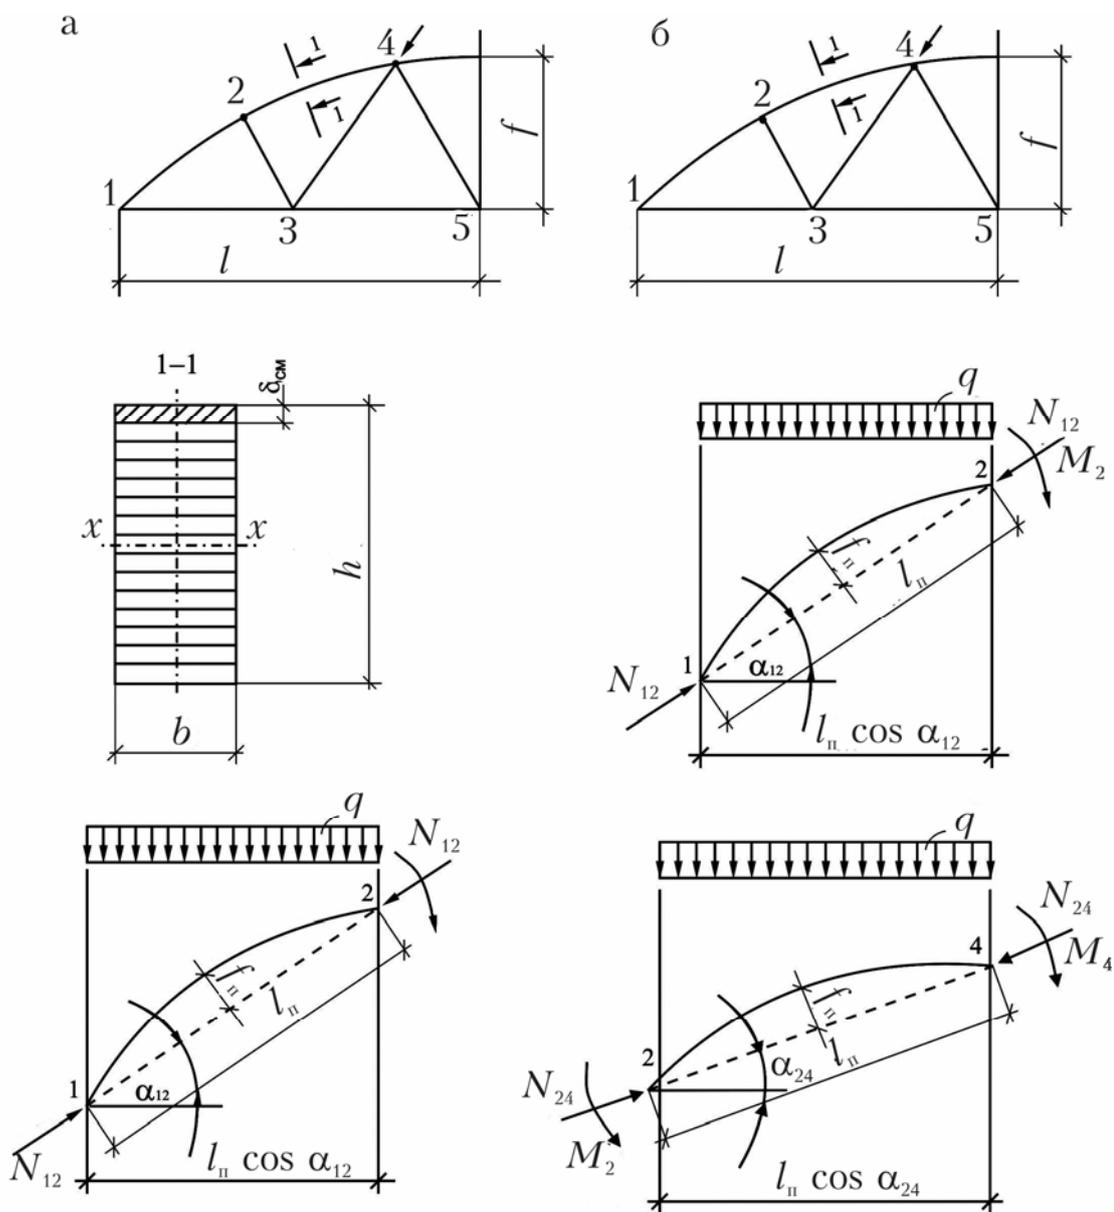
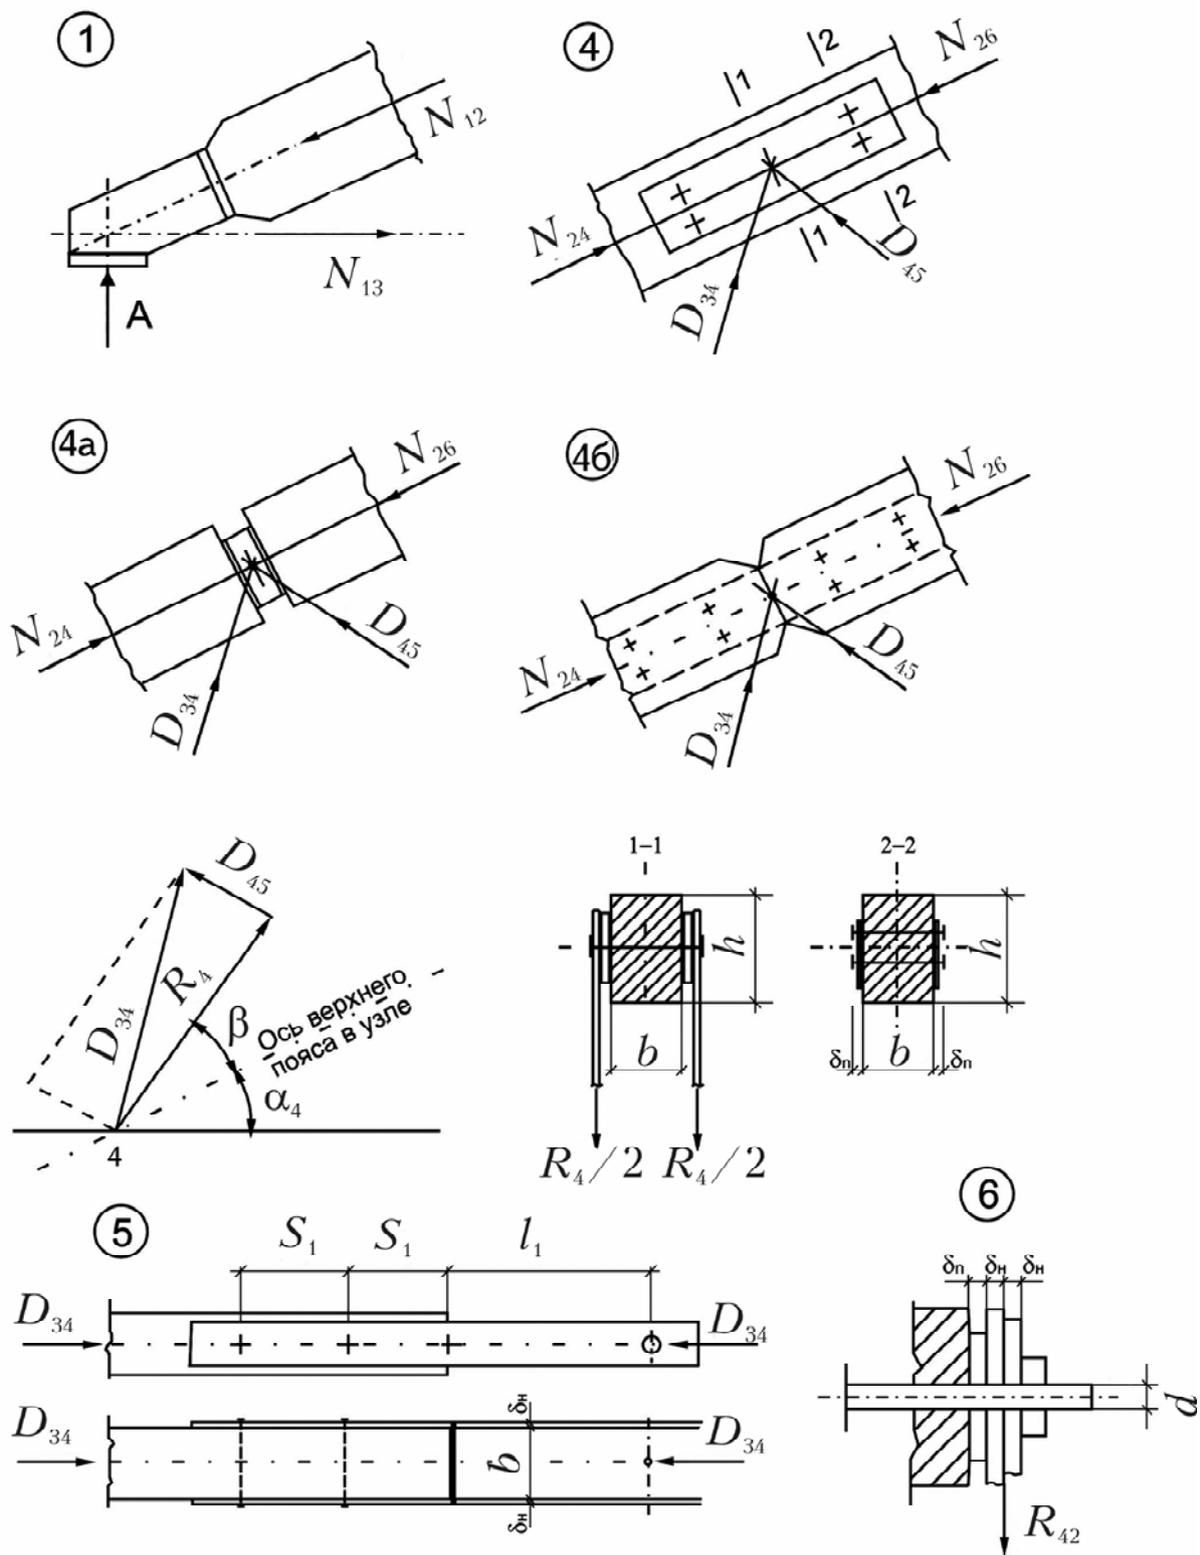

Рис.4.31. Конструктивные схемы сегментных ферм и расчетные схемы их верхних поясов
Рис. 4.32. Конструктивные схемы узлов и деталей сегментных ферм
1-44. Выполните тестовые задание (табл. 4.32) по расчету сегментной фермы (рис. 4.31 и рис. 4.32). Ответ запишите в соответствующую ячейку билета.
Применительно к ферме (рис.4.31)
Применительно к ферме (рис.4.31,а) напишите
Применительно к узлу 1 (рис.4.32) напишите
19. Узловые болты сегментных ферм, передающие усилия от элементов решетки непосредственно древесине пояса и парным деревянным накладкам (рис. 4.32, узел 4а), принимаются в расчете ... срезными.